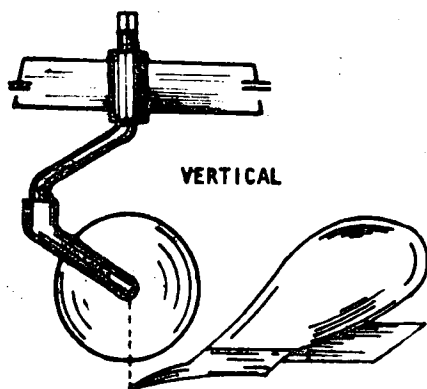

Fig. 1
- b Regule a posição vertical e lateral, de acordo com o manual do operador (figs. 1 e 2).